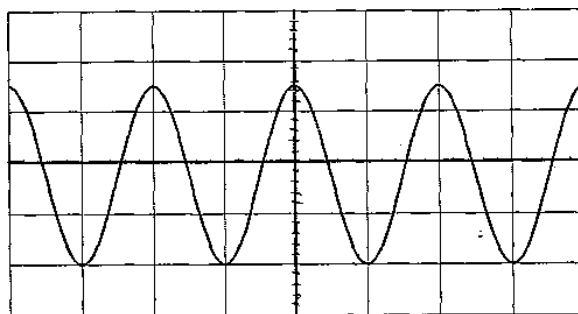

Рис.1
- Совместить синусоиду с разметкой экрана, как показано на рис. 1.
Пример: Смотрим на рис.1. Предположим, что ручка вертикальной развертки «Вольт/деление» установлена на 0,5 В, тогда размах напряжения будет равен